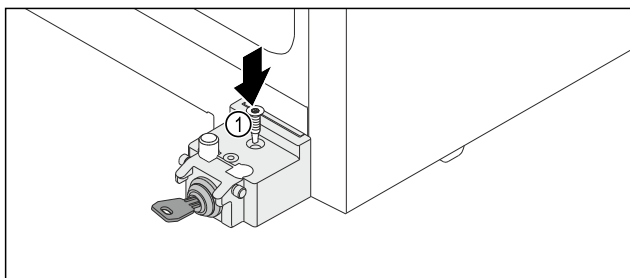

Fig. 19
- ▶ Вкрутите винт Fig. 19 (1).